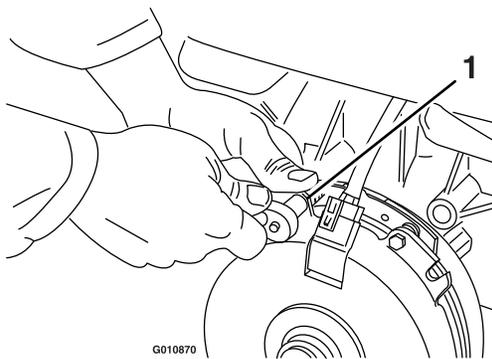

Figura 83
- A. Afloje ambos pernos de montaje del freno entre media y una vuelta, según se muestra en Figura 83.